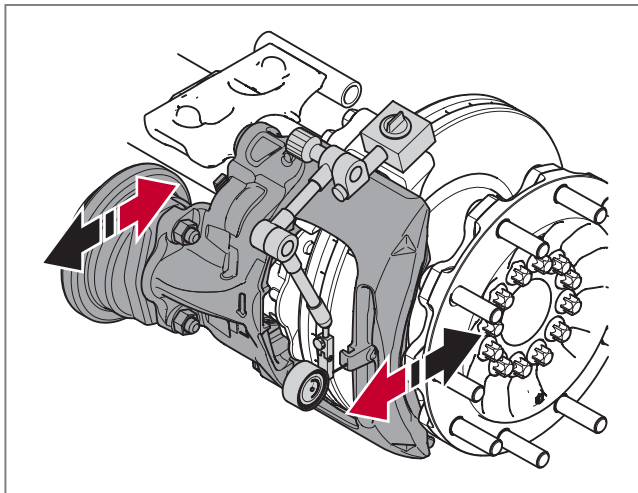

Abb. 34 - Bremssattelspiel messen
- Den Bremssattel in Richtung der schwarzen Pfeile neigen, siehe ► Abb. 34.
- Jetzt den Bremssattel in Richtung der roten Pfeile neigen und das gemessene Spiel an der Messuhr ablesen, siehe ► Abb. 34.